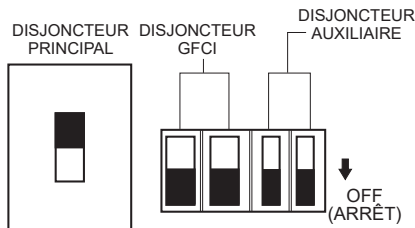

Figure 40. Disjoncteurs principal, auxiliaire et GFCI (position OFF)
1. Placez les **disjoncteurs principal, auxiliaire et GFCI** (Figure 40) en position **OFF**.